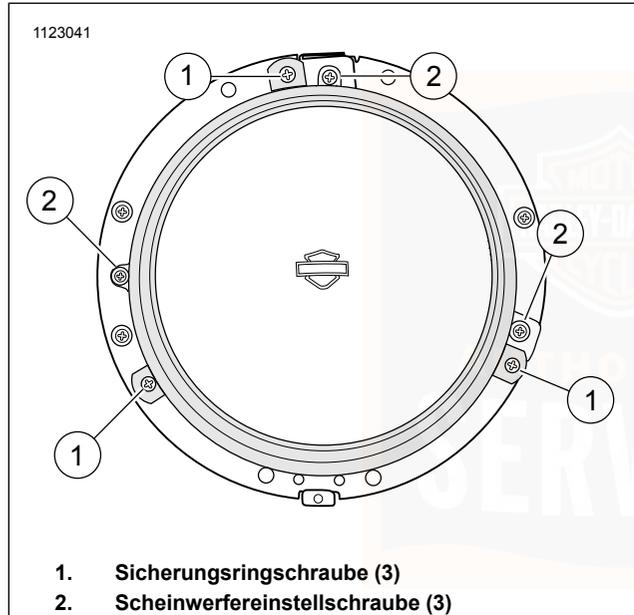

Abbildung 99. Scheinwerfer-Sicherungsring
2. Siehe Abbildung 99. Die Scheinwerferbaugruppe mit Sicherungsring und Schrauben (1) befestigen. Festziehen.